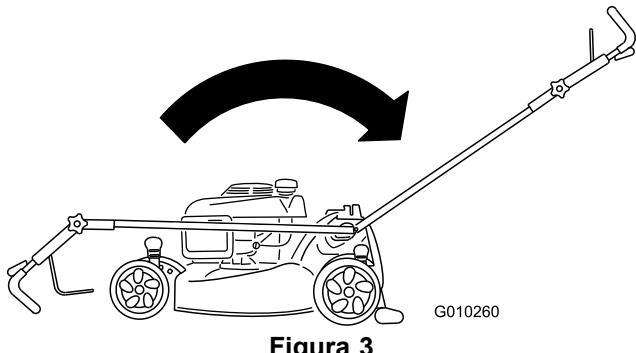

Figura 3
1. Mueva el manillar hacia atrás y sujetelo en su lugar el manillar superior (Figura 3).